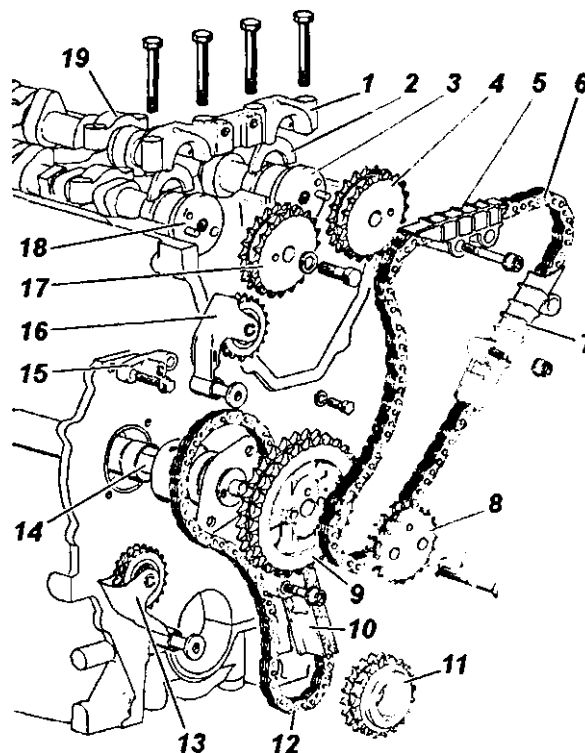

Рис. 4.26. Привод распределительных валов:
- снимите верхний 5 (рис. 4.26) и средний 7 успокоители цепи;
- отверните болт крепления звездочки 17 (см. рис. 4.26) распределительного вала впускных клапанов, удерживая ключом распределительный вал от проворачивания, и снимите звездочку;
- расконтрите болты крепления звездочек 8 и 9 (см. рис. 4.26) промежуточного вала, снимите звездочки, цепи и, при необходимости, рычаги натяжных устройств со звездочками;